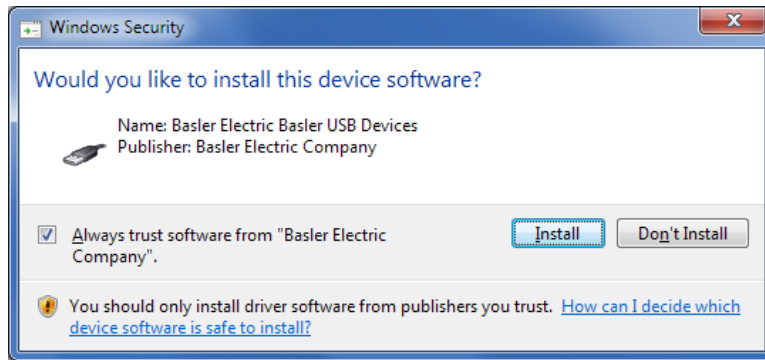

Figura 9-6. Seguridad de Windows
Paso 6: Si aparece una ventana de seguridad de Windows (Figura 9-6), haga clic en Install (Instalar).